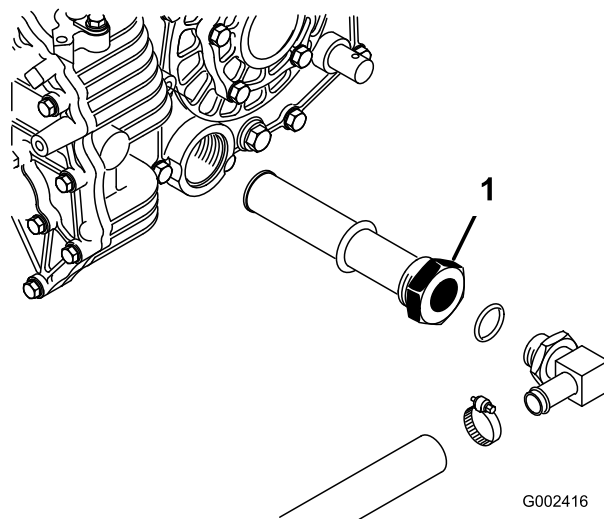

図 71
3. タンク側面のストレーナについている油圧ホースと90°フィッティングの向きを確認記憶する(図 71)。